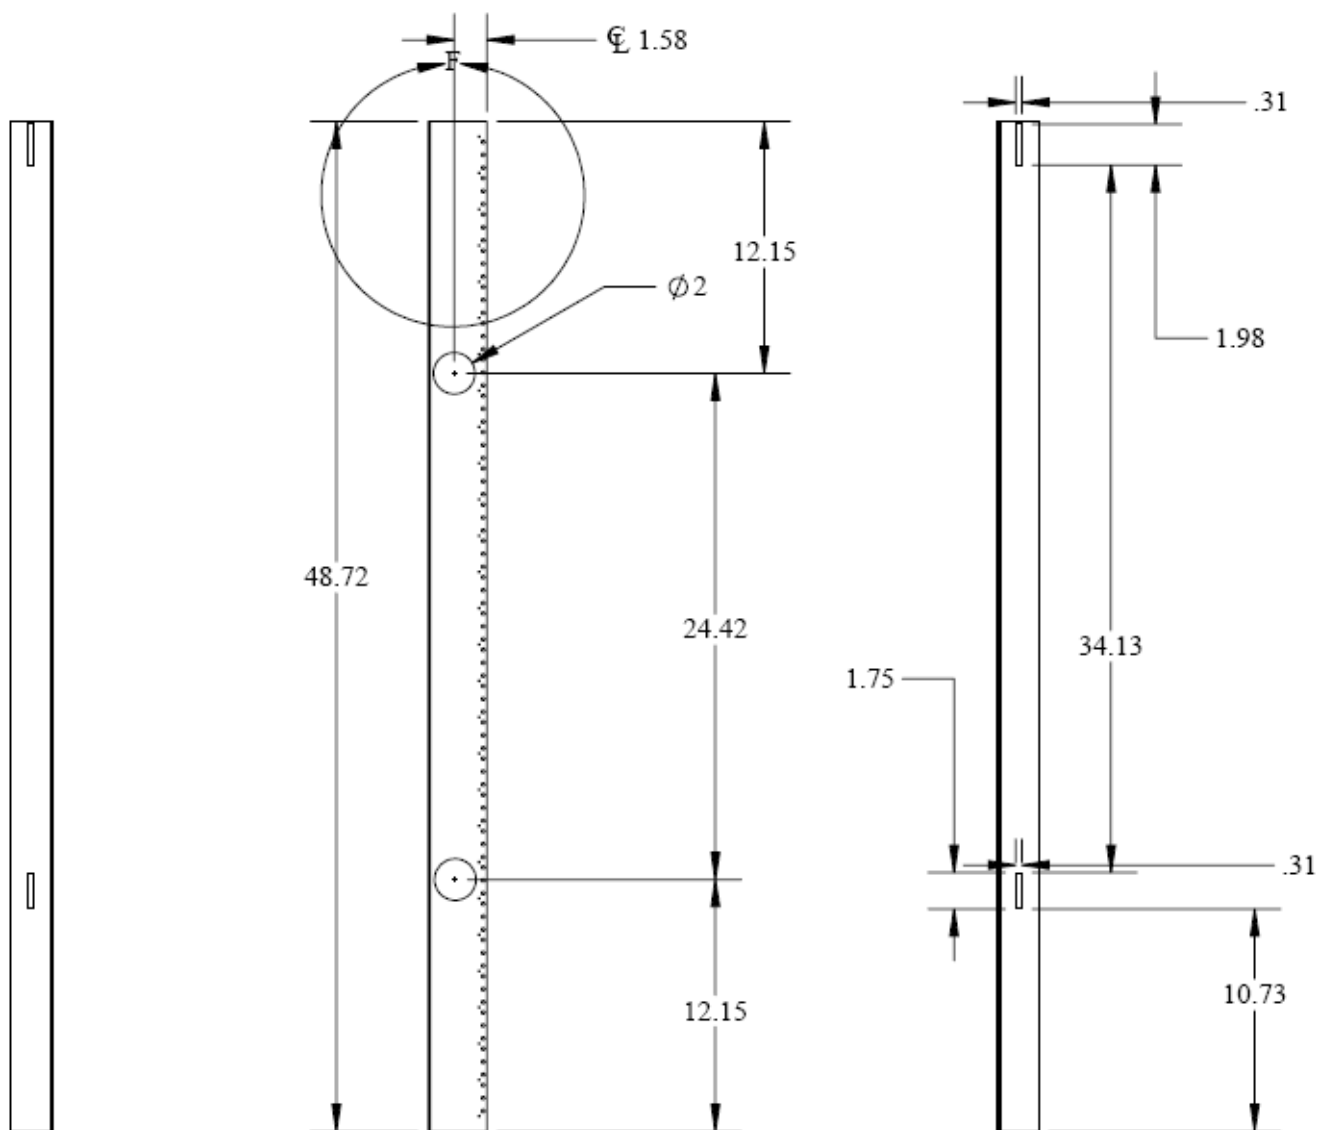

FIGURA 18: DETALLES DE RIEL DE RACK: TENGA EN CUENTA QUE EL DETALLE "F" ESTÁ EN LA PÁGINA SIGUIENTE.
La serie LTE tiene un compartimento de baterías de doble balda con ventilación de aire directa diseñado para contener hasta (4) cadenas de baterías Telecom VRLA de 12v, 180ah. El filtro de entrada está montado en la puerta frontal y el escape en la puerta trasera. Consulte la FIGURA 18 para el detalle del flujo de aire. El compartimento de baterías se ventila con (2) ventiladores de 48v, 110cfm. Consulte el detalle del ventilador que puede verse abajo.